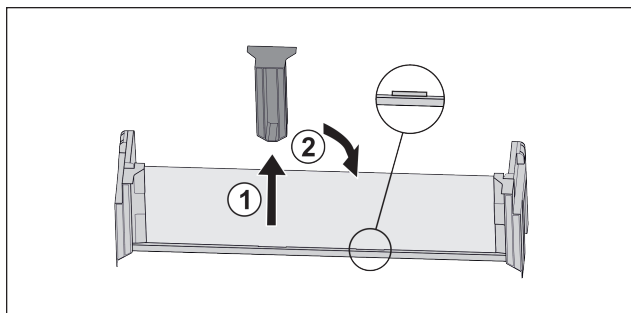

Fig. 110
- ▶ Træk den midterste holdedel ud Fig. 110 (1).
- ▶ Sæt den midterste holdedel i på den anden position Fig. 110 (2).